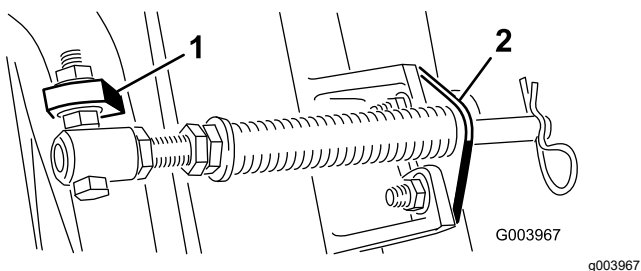
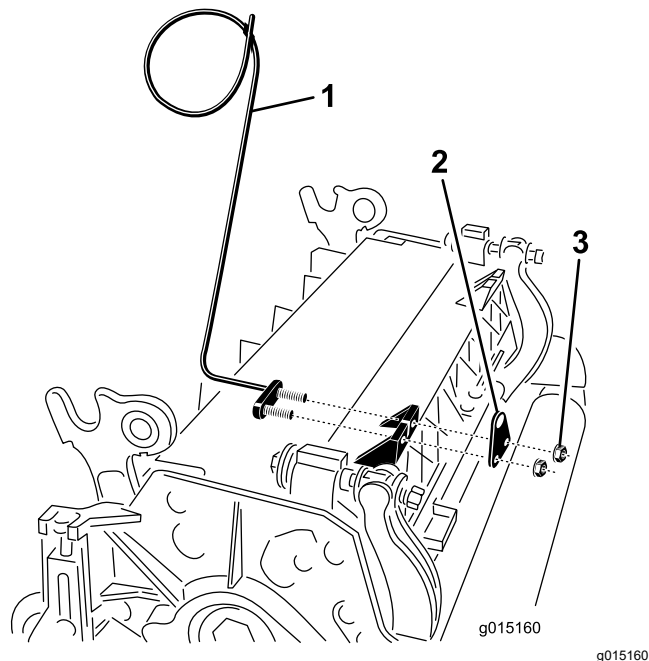

Figure 11
Figure 13
- C. Montez le boulon du tube de ressort sur la patte opposée du bâti porteur et fixez-le en position avec l'écrou à embase. La tête du boulon doit être à l'extérieur de la patte, comme illustré à la Figure 11.
D. Montez le support de tige sur les pattes de l'unité de coupe à l'aide des boulons de carrosserie et des écrous (Figure 11). De plus, sur le plateau de coupe, montez le guide de flexible gauche devant les pattes du plateau quand vous reposez le support de tige (Figure 13).